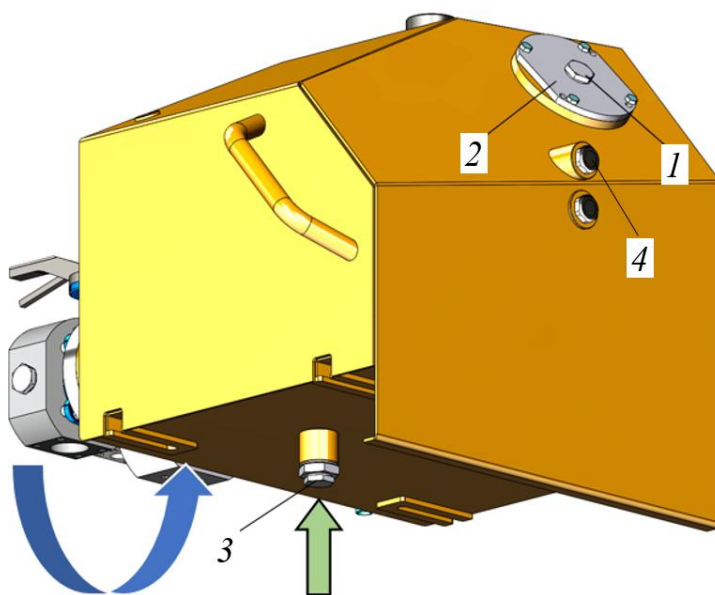

Рисунок 5.59. Процедура слива масла с гидробака
- ▶ Ключом  на 41 ослабить, не откручивая до конца пробку 1 на крышке фильтра 2, см. рис. 5.59.
- ▶ Ключом  на 41 отвернуть пробку-колпачок 3 со сливного клапана на нижней стороне гидравлического бака, см. рис. 5.59 (показано стрелкой).
- ▶ Навернуть пробку-колпачок 3, рис. 5.59 на сливной клапан гидравлического бака. Пробку-колпачок затянуть моментом 310-345 Н*м.
- ▶ По завершению процедуры заправки бака маслом, навернуть пробку 1 в крышку фильтра 2, рис. 5.59. Пробку 1 затянуть моментом 310-345 Н*м.